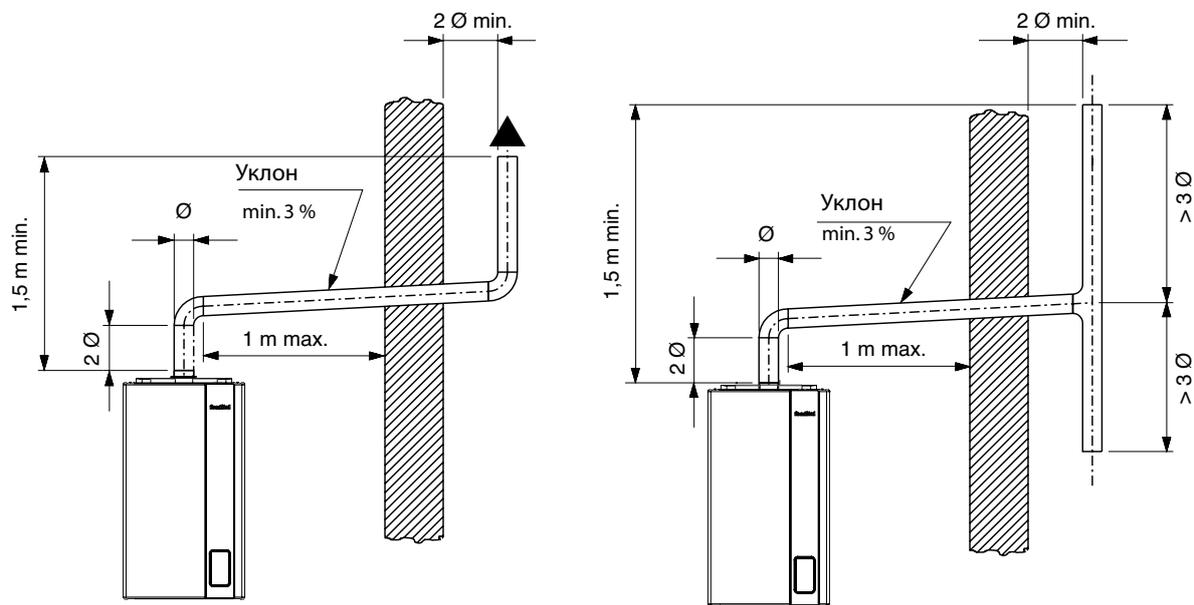

рис. 12
- вытяжной блок должен находиться выше, минимум на 1,5 м, уровня точки крепления вытяжной трубы к котлу (см. рис. 12).